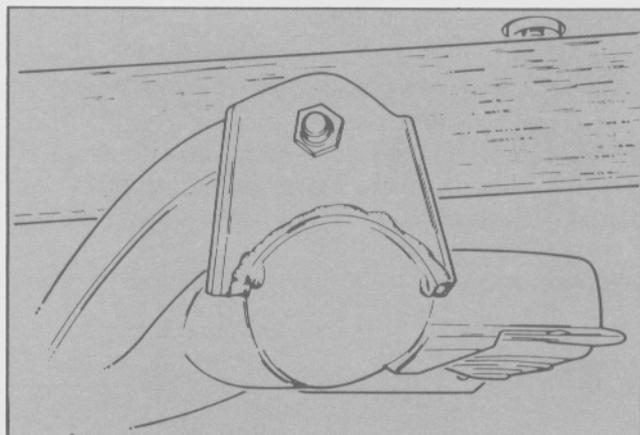

Fig. 55. Taco de madera colocado entre el travesaño y el piso
- Colocar un taco de madera entre el travesaño y el piso y hacer palanca tratando de separar al mismo de la carrocería (Fig. 55).